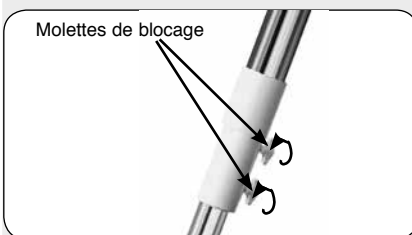

Fig. 11: réglage du trépied en hauteur
11. Réglage de la hauteur du trépied: réglez la hauteur du trépied à votre convenance en desserrant les molettes papillons de blocage des jambes du trépied (Fig. 11). Étirez ou raccourcissez la section télescopique intérieure de chaque jambe à la longueur désirée. Resserrez ensuite chaque molette. Préférez une hauteur qui rende l'observation plus confortable.